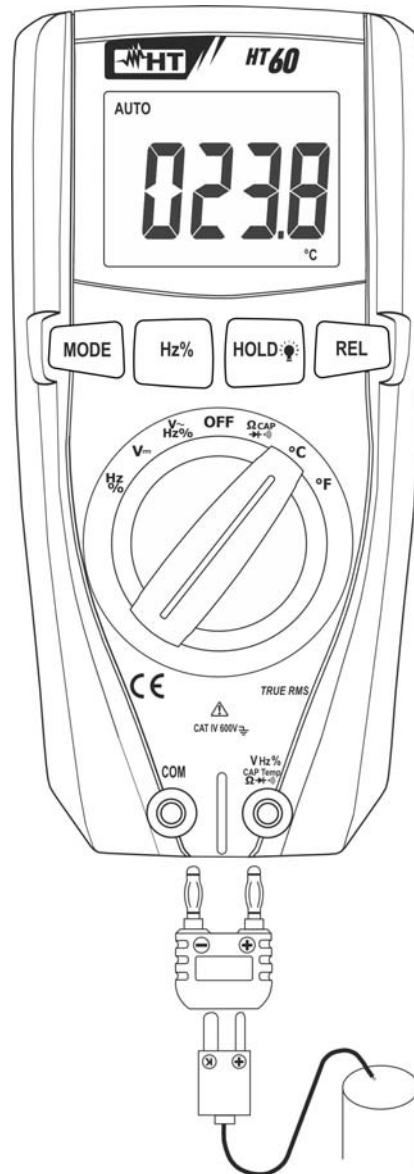

Fig. 8: Uso dello strumento per misura di Temperatura
2. Inserire l'adattatore in dotazione nei terminali di ingresso **VHz%CAPTemp Ω** (polarità +) e **COM** (polarità -) (vedere Fig. 8)